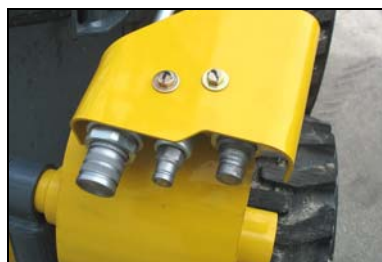

Figura 66 – Acopladores hidráulicos auxiliares
6. Alivie la presión residual en el circuito hidráulico auxiliar estándar empujando el acoplamiento del accesorio firmemente hacia el interior del acoplamiento auxiliar (Figura 66).